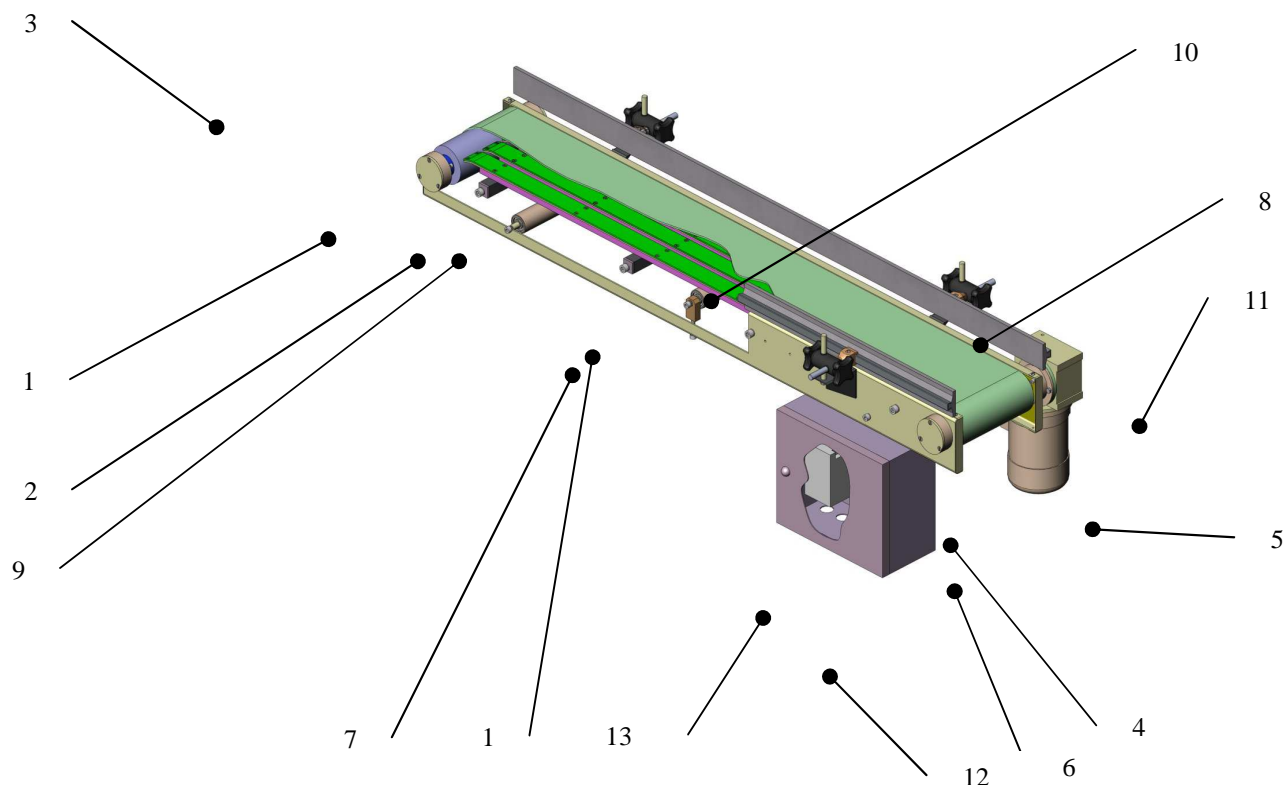

Рисунок 7
- частотный преобразователь (13 Рисунок 7);
В состав конвейера входит (см. Рисунок 7): ролики в сборе 1; основание 2; барабаны на валах 3 и 4; стенки 5 и 6; натяжители 7; зажимы 8; направляющие 9; лента транспортёрная 10; мотор-редуктор 11; шкаф управления 12; преобразователь частотный 13.